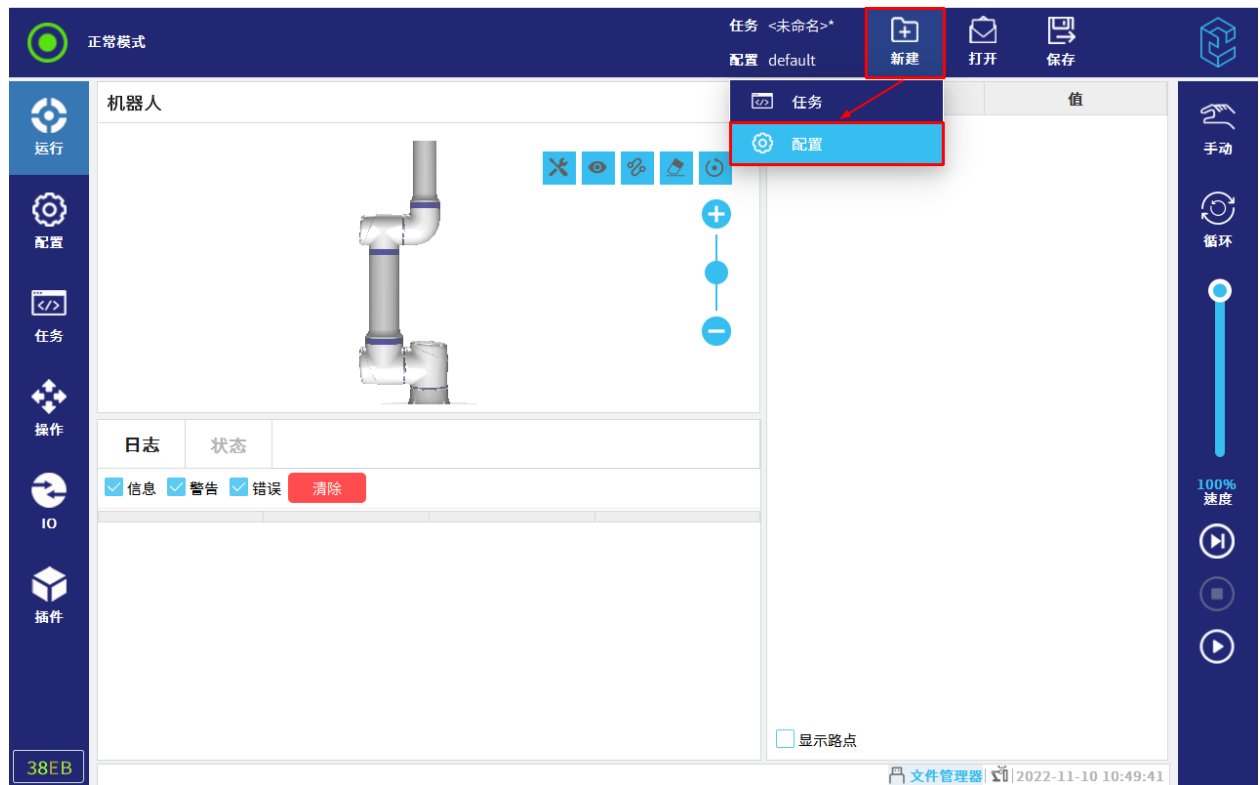

图 8-5 新建配置文件
1. 在任务和配置管理器中，点击“新建”，然后选择“配置”，如图 8-5 所示。